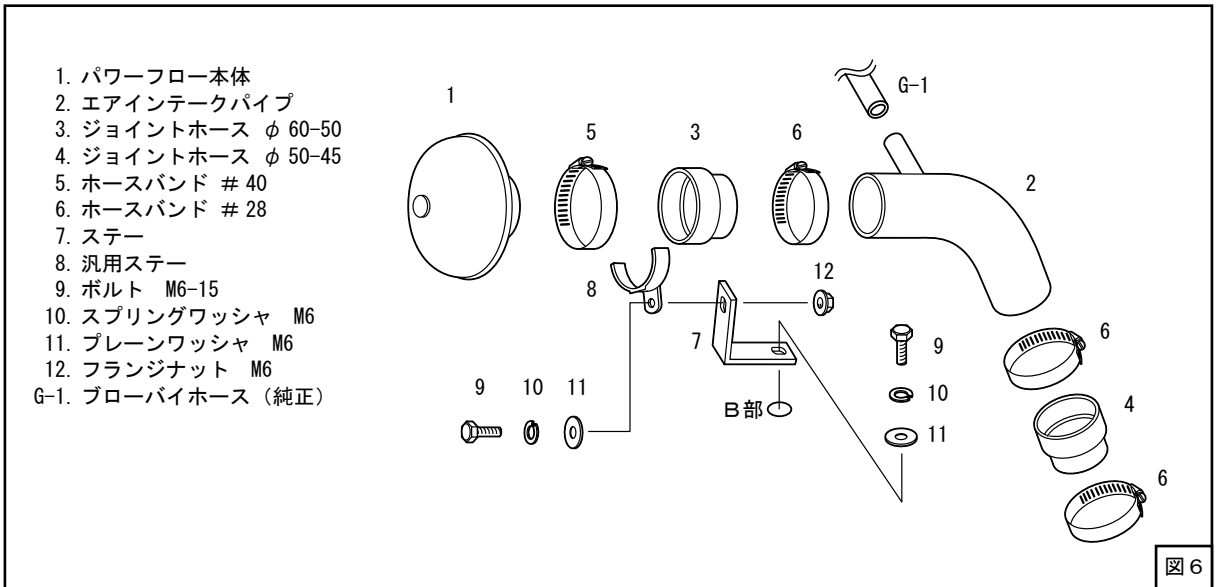
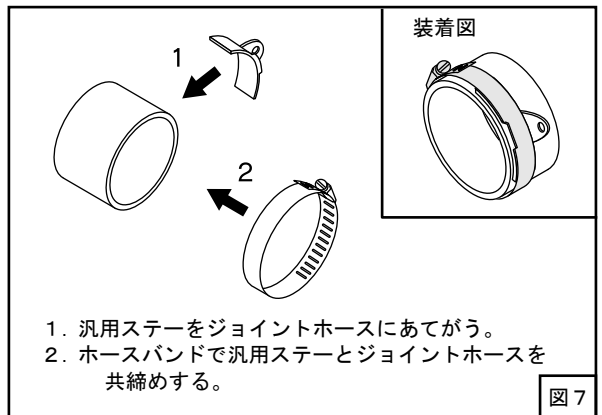
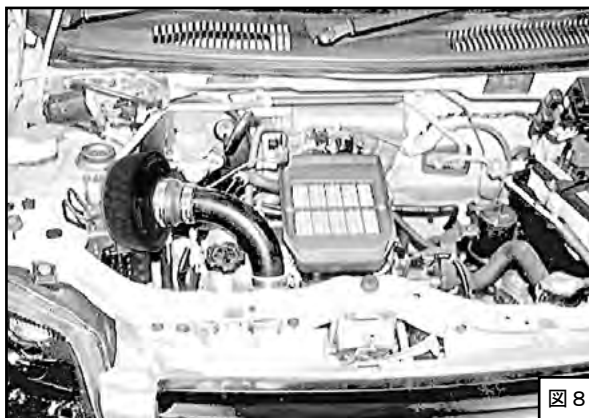

図 6
図 7
図 8
(2) キットパーツを仮付けしてください。(図6、図7)
(3) ブローバイホースをエアインテークパイプに取付けてください。(図6、図8)
(4) パワーフロー本体がボディなどと干渉しないように位置を決めてください。位置が決まったら、ホースバンド・ボルトを固定してください。この時ホースバンド・ボルトを締めすぎないようにしてください。(図8)